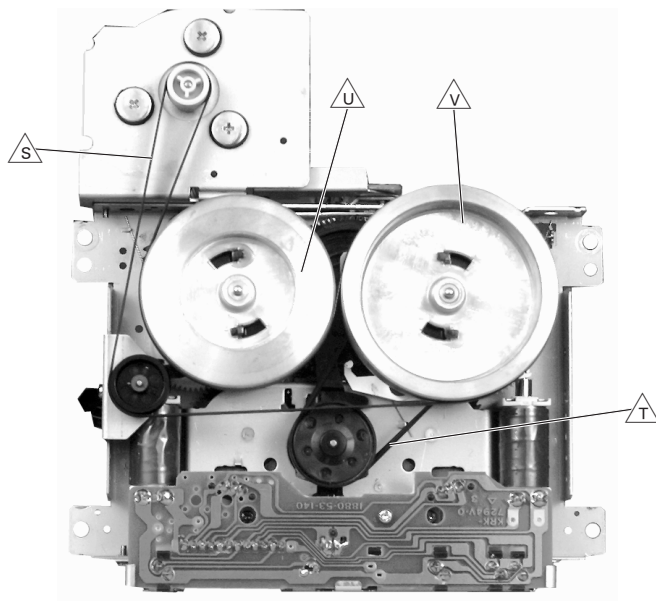

Fig. 40
- Riemen  $\triangle_S$  und  $\triangle_T$  abnehmen (Fig. 40).
- Remove the belts  $\triangle_S$  and  $\triangle_T$  (Fig. 40).